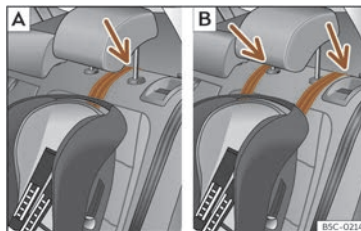
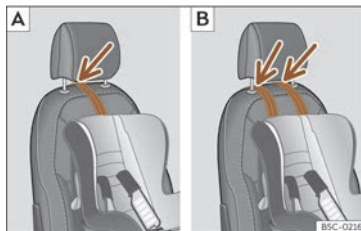

Fig. 55 Seients del darrere: ajust i muntatge en funció del cinturó Top Tether.
Fig. 56 Seient de l'acompanyant: ajust i muntatge en funció del cinturó Top Tether.
- Col·loqueu la corretja per sota del reposacaps (en funció de les instruccions de la cadira, aixequeu o retireu el reposacaps si és necessari) >>> **fig. 55**, >>> **fig. 56**.